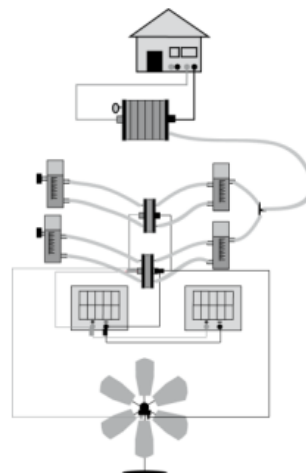

Figura 1.
- Arme la configuración de ensayo según lo mostrado en la figura 1.